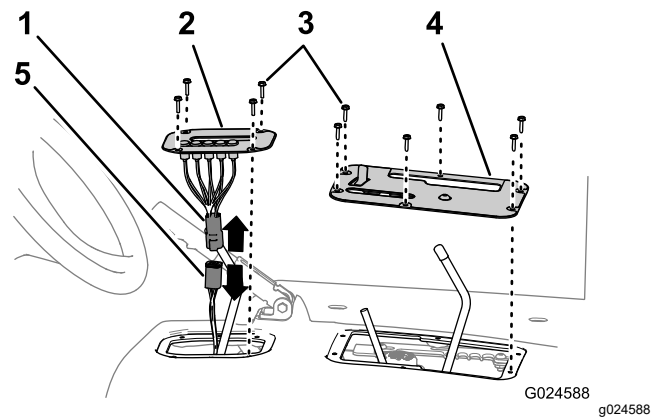

図 5
2. シフト表示カバーを座席シュラウドに固定している六角ねじ4本を外す 図 5。
3. シフト表示用インジケータを持ち上げてコネクタを外し、インジケータカバーを車両から取り外す 図 5。
4. コントロールカバーを座席シュラウドに固定している六角ねじ6本を外し、コントロールカバーを取り外す 図 5。